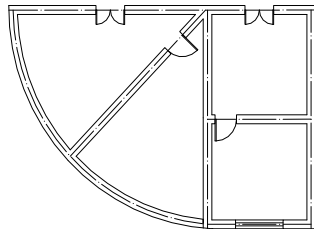

图 8-19 打开素材
① 按 Ctrl+O 组合键，打开配套光盘提供的“第 8 章/8.3.6 角度标注.dwg”素材文件，结果如图 8-19 所示。
② 单击“尺寸标注”→“角度标注”命令，命令行提示如下：